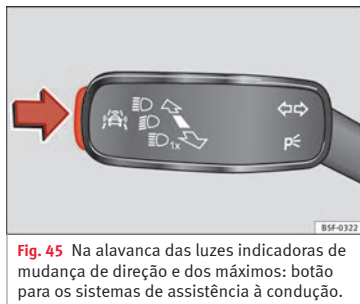

Fig. 45 Na alavanca das luzes indicadoras de mudança de direção e dos máximos: botão para os sistemas de assistência à condução.
mas de assistência à condução no menu **Assistentes** » Fig. 45 Página 188.
- Pressione brevemente o botão » Fig. 45 na direção da seta para abrir o menu **Assistentes**.